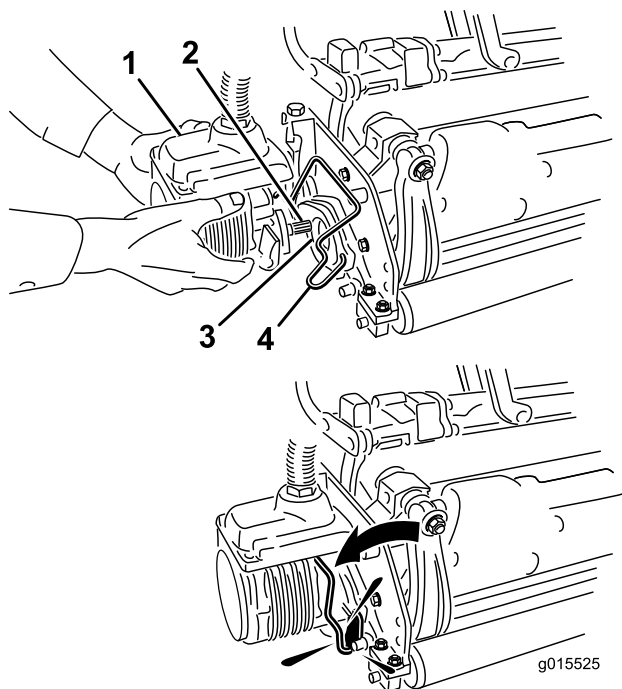

Figura 38
6. Revista o veio estriado do motor da unidade de corte com massa lubrificante limpa (Figura 38).
7. Insira o motor no lado esquerdo da unidade de corte (visto da posição do operador) e empurre a barra de retenção do motor na unidade de corte na direcção do motor até ouvir um “clique” de ambos os lados do motor (Figura 38).